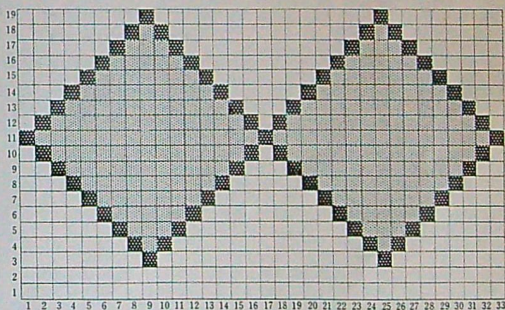

Fig. 22
17. Plating pattern (See Fig. 22)